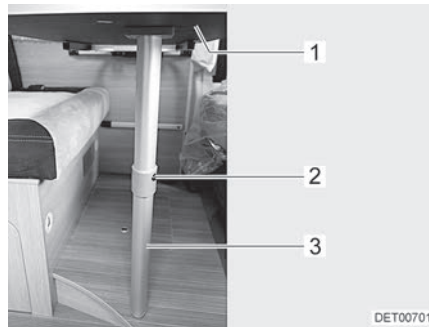

Fig. 59 Sommier de lit
- Soulever légèrement le plateau de table (Fig. 59,1) à l'avant.
- Appuyer sur le bouton de déverrouillage (Fig. 59,2) et rabattre la partie inférieure du pied d'appui à joint (Fig. 59,3) de 90°.